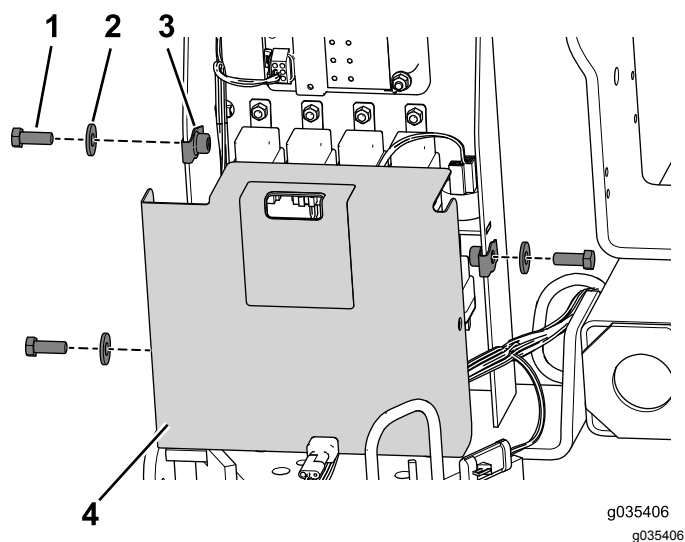

Figure 1
1. Retirez les fixations du couvercle du compartiment et mettez-les de côté (Figure 1).